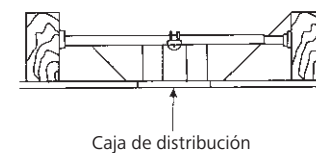

Fig. 4
**NOTA:** Dependiendo del lugar que haya seleccionado para la instalación, es posible que usted necesite comprar e instalar un "colgante de viga" para el soporte de la caja de distribución eléctrica. Asegúrese de que el colgante de viga que compre se haya diseñado para uso con ventiladores de techo. (Fig. 4)